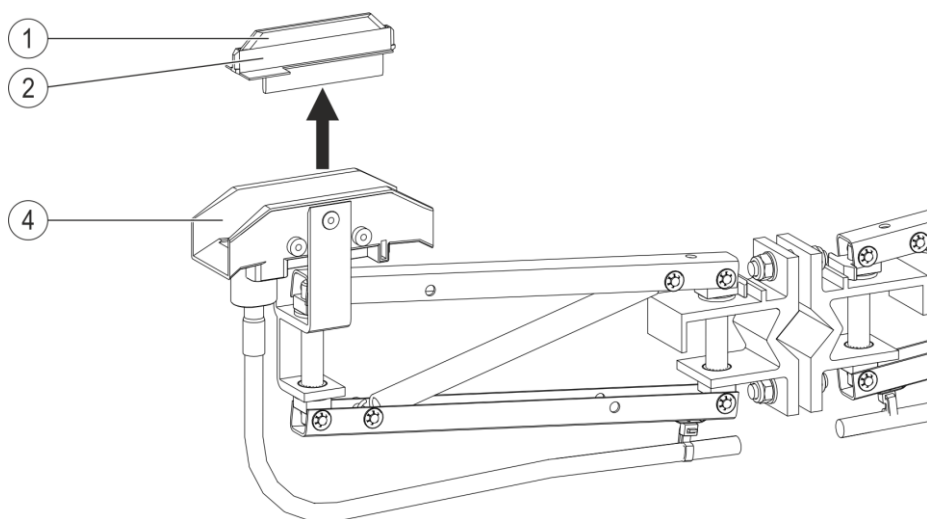
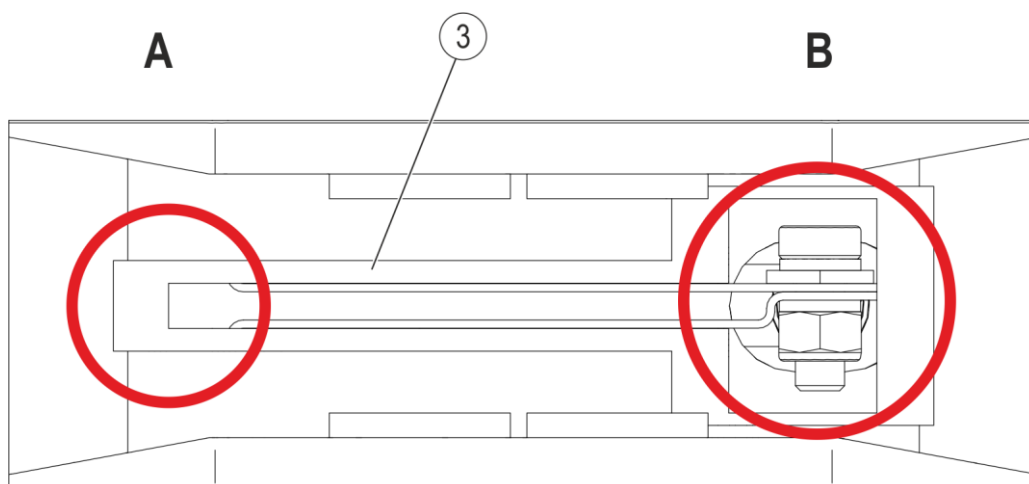
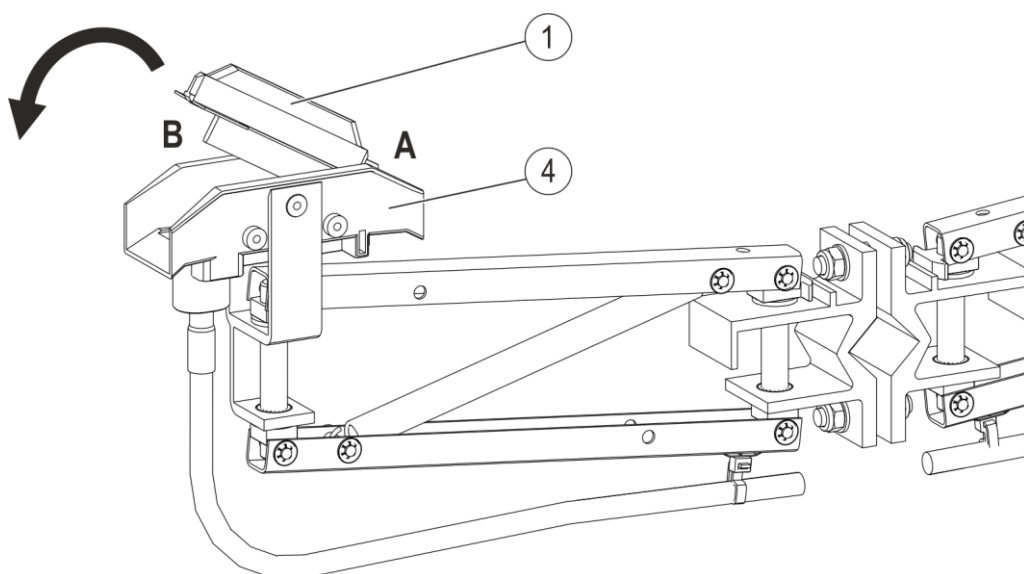

Fig. 127 : Retirer le contact glissant (pos. 1) et l'isolation en plastique (pos. 2)
Fig. 128 : Côté le plus large (A) et côté le plus étroit (B) de la tôle de contact (pos. 3)
Fig. 129 : Évidement du contact glissant sur le côté du câble
Pour changer le contact glissant (pos. 1) (voir Fig. 127), procéder comme suit :
- Tenir la tête du collecteur de courant et, au moyen d'une pince multiprise, retirer le contact glissant (pos. 1) avec son isolation en plastique (pos. 2). Commencer l'extraction par le côté le plus ouvert (= côté A dans Fig. 128) de la tôle de contact (pos. 3) (voir Fig. 127 et Fig. 128).
- Nettoyer la zone située sous l'isolation en plastique (pos. 2), en particulier la surface de contact de la tôle de contact (pos. 3) (voir Fig. 128).
→ Enfoncer de la main le nouveau contact glissant avec son isolation en plastique dans l'isolation du contact glissant (pos. 4) (voir Fig. 129). Commencer par le côté le plus ouvert de la tôle de contact (côté A dans Fig. 128) et insérer ensuite entièrement le contact glissant en le faisant tourner. Pour ce faire, ne pas utiliser d'instruments (comme un marteau) qui risqueraient d'endommager les surfaces de glissement du contact glissant. Lors de cette opération, les points suivants doivent être respectés :
- L'évidement du contact glissant (pos. 1) doit se trouver du côté du câble (côté B) (voir Fig. 129).